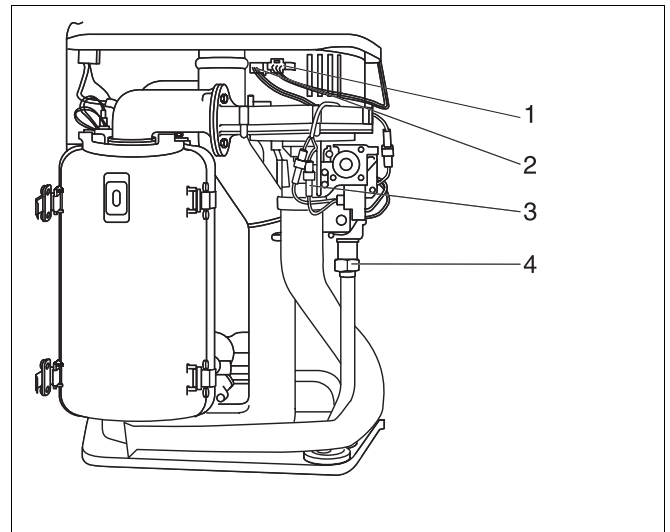

Abb. 39 Überwurfmutter lösen und Kabel abziehen
- Kabelstecker vom Gebläse (Abb. 39, Pos. 1), Tachokabel UBA am Gebläse (Abb. 39, Pos. 2) und Gasarmatur (Abb. 39, Pos. 3) abziehen.
- Überwurfmutter an Gasarmatur lösen (Abb. 39, Pos. 4).
- Kabelstecker vom Gebläse (Abb. 39, Pos. 1), Steuerleitung UBA 3 am Gebläse (Abb. 39, Pos. 2) und Gasarmatur (Abb. 39, Pos. 3) abziehen.